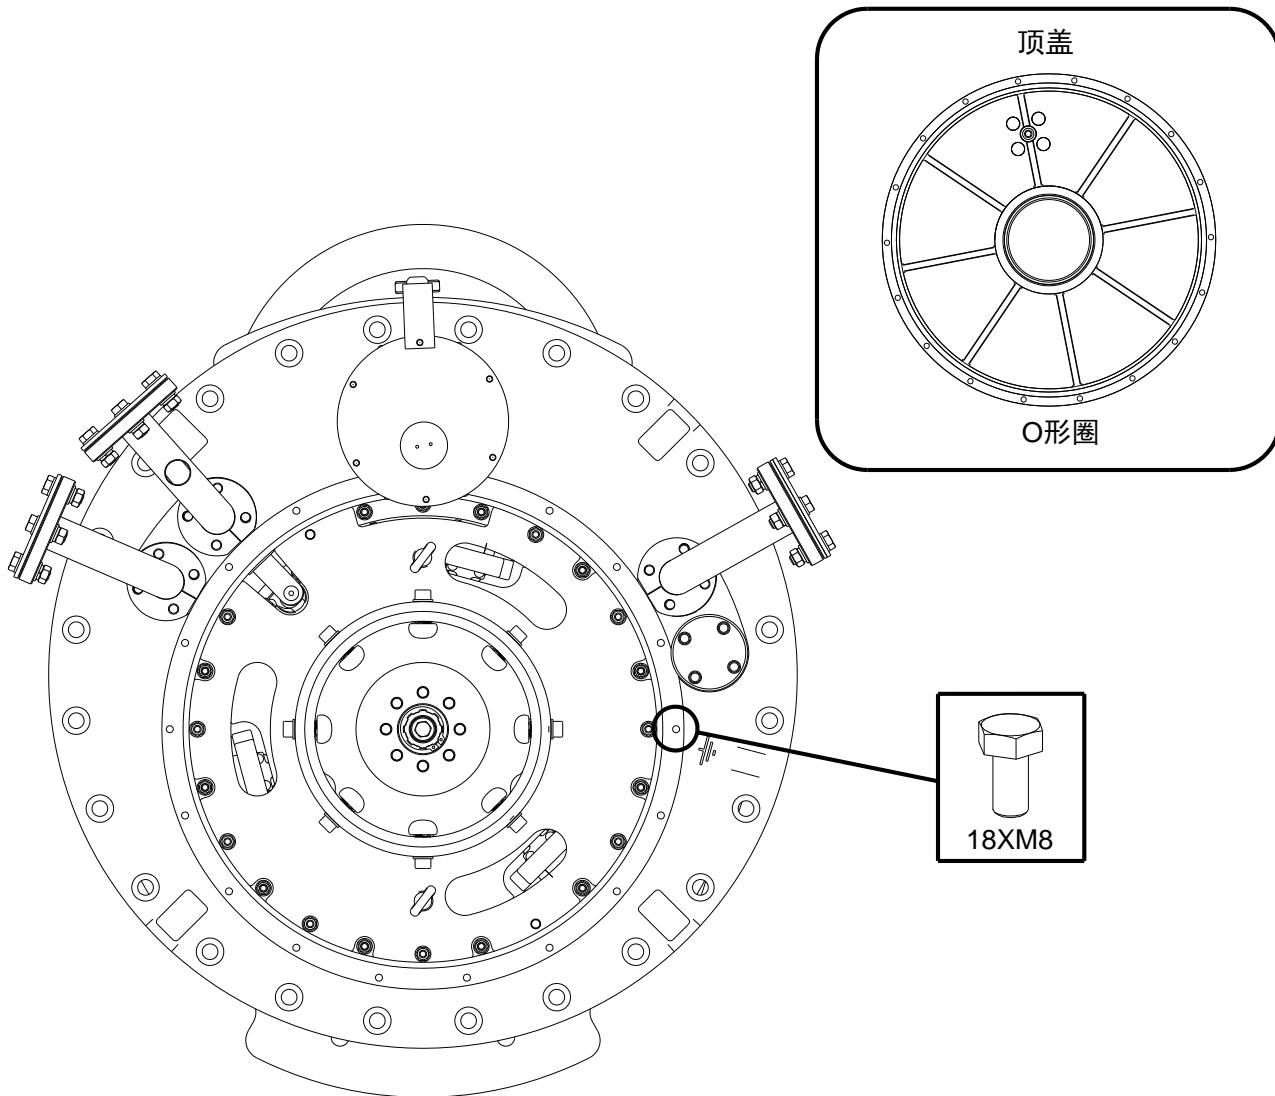

图 5-3
- ✓ 在拆卸和其他作业过程中要避免损坏分接开关顶盖和分接开关头的密封面 (O形密封圈，见图 5-3)。